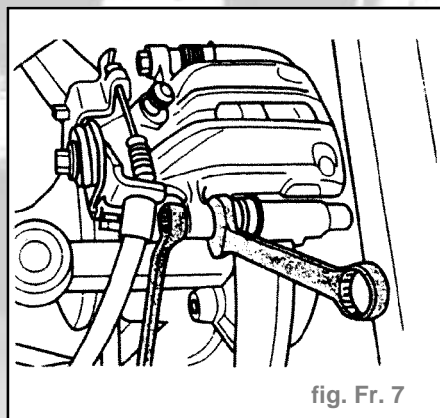

fig. Fr. 7
- Dévisser le boîtier d'étrier de frein (fig. Fr. 7).